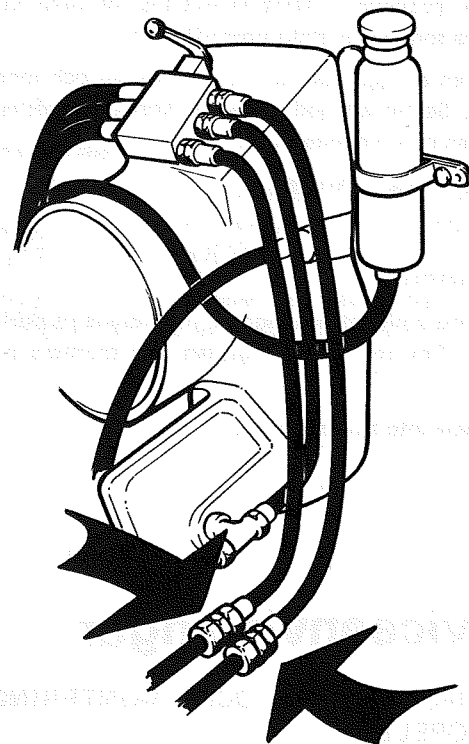

Fig. 11. Skarvar på hydraulledningarna mellan motorn och skölden
2. Lossa de två hydraulslangarna som leder till pumpen och hydraultanken på motorn, se fig 11. OBS! Håll en hink eller dyl. under skarvarna eftersom oljan (systemet rymmer ca: 7 l) omedelbart kommer att rinna ut när slangarna lossats.